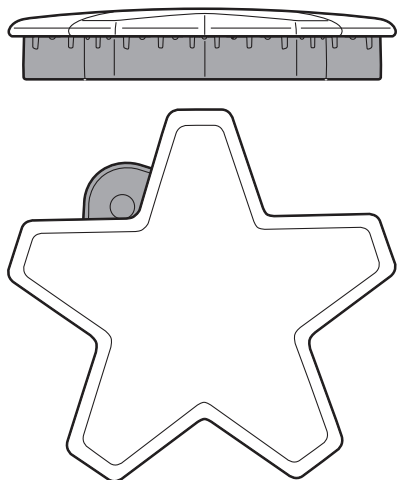
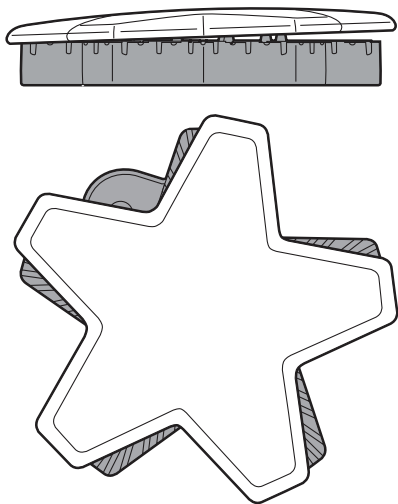

Figure 15 : Chapeau de brûleur correctement placé
Figure 16 : Chapeau de brûleur incorrectement placé
- Vérifiez chaque brûleur pour vous assurer qu'il n'y a pas d'espace entre le chapeau et la base du brûleur. Voir les *Figure 15* et *Figure 16* pour des exemples de chapeau de brûleur correctement ou incorrectement placés.
- Vous pouvez essayer de déplacer délicatement les chapeaux des brûleurs latéralement pour vous assurer qu'ils sont placés correctement sur leur base. Lorsqu'ils sont bien placés, les chapeaux des brûleurs sont droits sur la base et couvrent complètement la base du brûleur en forme d'étoile lorsque vous les regardez d'en haut, comme sur la *Figure 15*.
Chaque brûleur STAR comporte son propre allumeur électronique qui produit des étincelles lorsque le bouton est activé. Les brûleurs doivent s'allumer en 4 secondes ou moins. Si le brûleur ne s'allume pas, assurez-vous que le chapeau est correctement posé sur sa base (voir les *Figure 15*).